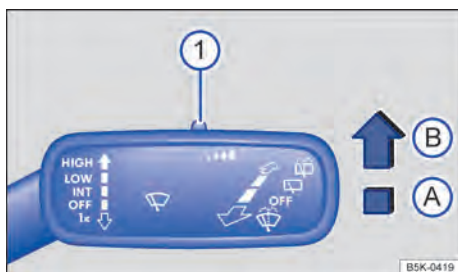

Fig. 75 A la derecha de la columna de dirección: palanca de los limpiacristales.
Presionar la palanca a la ubicación deseada → **fig. 75**:
La sensibilidad del sensor de lluvia se puede ajustar manualmente con el interruptor en la palanca de los limpiacristales → fig. 75 ① 1 → pág. 88.